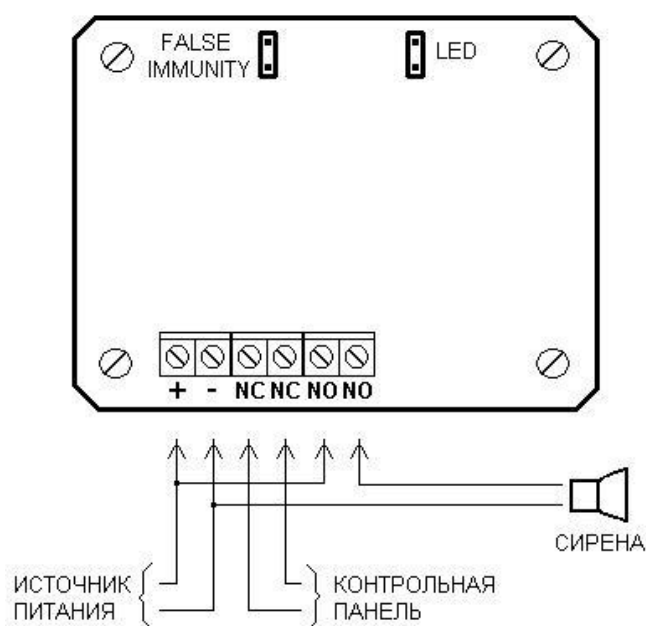

Рис. 1 Подключение извещателя
2.2.5 Проденьте кабель диаметром 6 мм через гермоввод, расположенный в нижней части корпуса и произведите подключение извещателя (Рисунок 1):